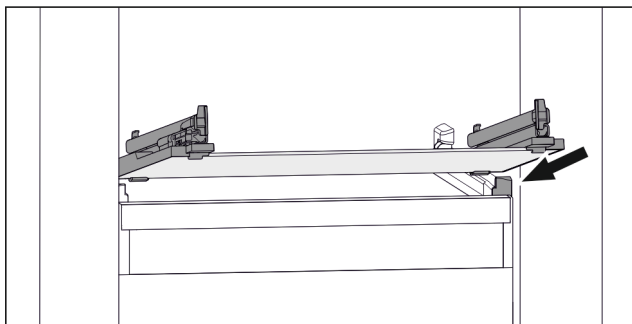

Fig. 42 Příklad znázornění skleněné desky
- Nasad'te skleněnou desku šikmo za zářezky. (viz Fig. 42)